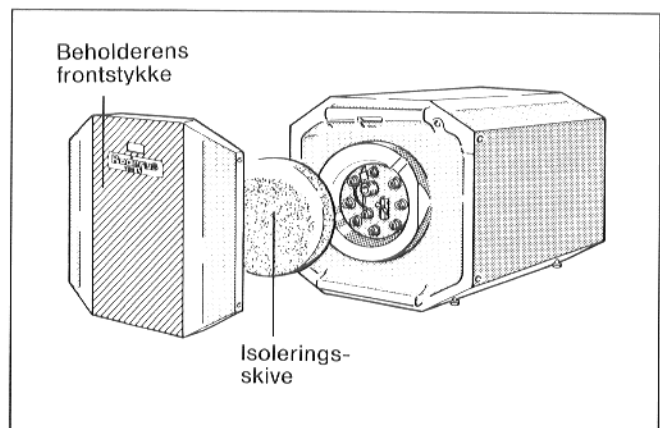

Fig. 5
- Beholderens frontstykke fjernes udadtil og isoleringsskiven af blødt skum fjernes (Fig. 5).